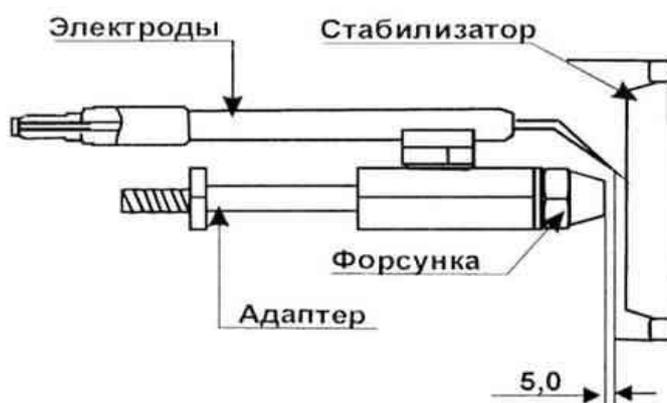

Рис. 39.2.
- расстояния между электродами и рабочей плоскостью форсунки $5,0^{+0,1}$ мм (см. рис. 39.2)